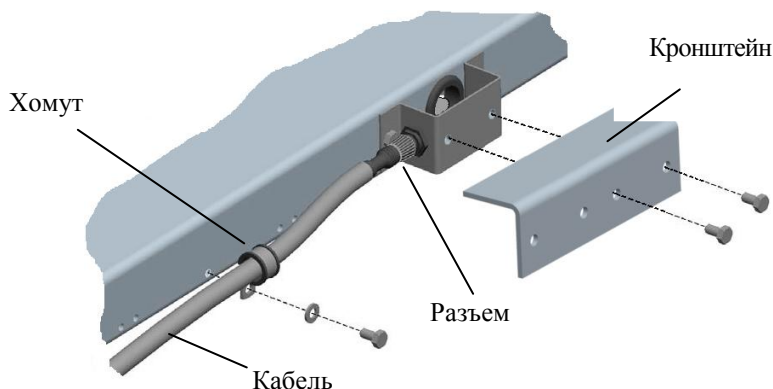

Рис. 4.1 - Подключение кабеля к модулю
4.2.1 Установить терминал в удобное для работы оператора положение. Терминалы могут устанавливаться на стойке, столе или стене (варианты крепления терминала A/4D приведены на Рис. 4.1).
4.2.3 Соединить терминал и модуль кабелем. Для защиты разъема модуля от случайных повреждений привинтить кабель к модулю хомутом и привинтить защитный кронштейн (Рис. 4.1).